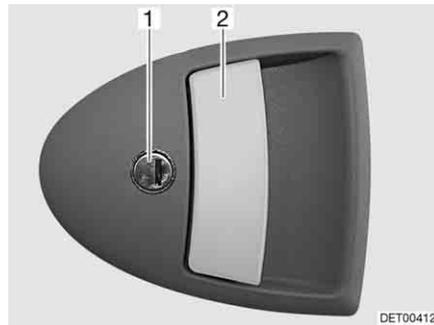

Fig. 39 Serratura della porta di ingresso, lato esterno
- Inserire la chiave nel cilindro della serratura (Fig. 39,1) e ruotare fino a quando la serratura della porta si sblocca.
- Tirare la maniglia della porta (Fig. 39,2). La porta è aperta.
- Inserire la chiave nel cilindro della serratura (Fig. 39,1) e ruotare fino a quando la serratura della porta si blocca.